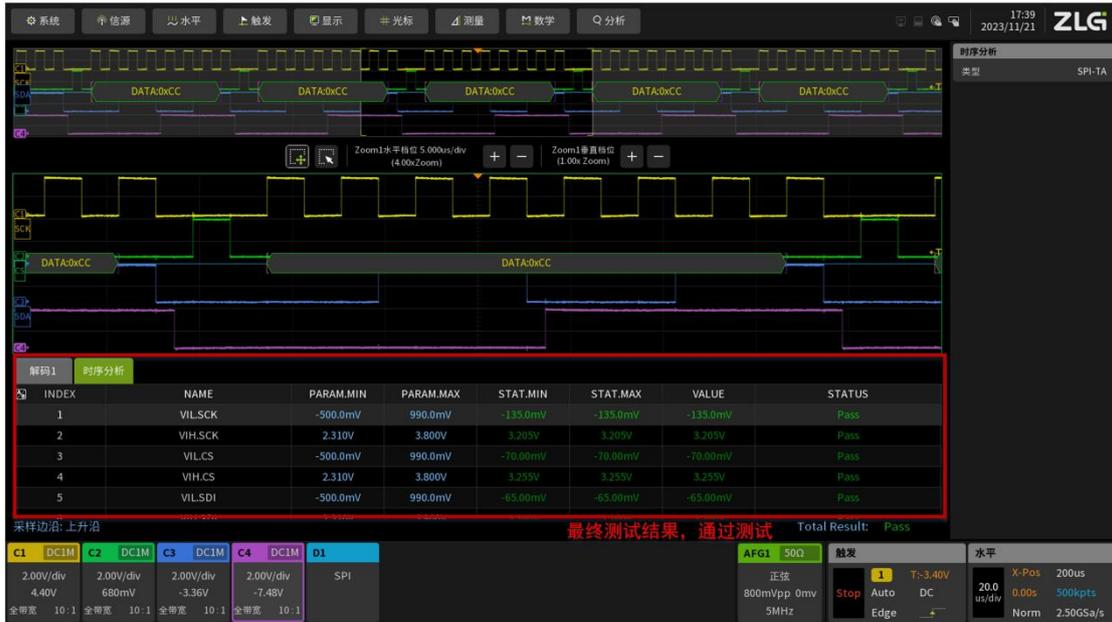

图 2.20 SPI 时序分析测试结果
- 点击面板的“波形缩放”按键，可进入 ZOOM 模式，可将数据的细节进行放大分析，如图 2.20 所示。白色框窗口为可调窗口，缩放窗口的大小可通过水平时基旋钮进行调节。可针对信号的某一个细节进行放大查看分析。